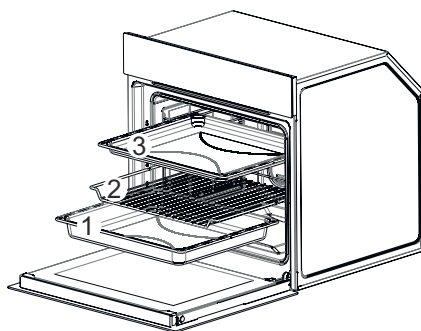

Fig. 15
- Remova os tabuleiros e a grelha respectivamente (1-2-3 / Fig. 15).